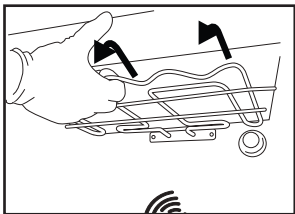
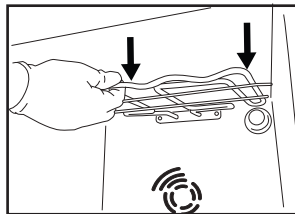

Fig. 1
Fig. 2
2. Tirez légèrement l'élément chauffant ( Fig. 1) et abaissez-le (Fig. 2).